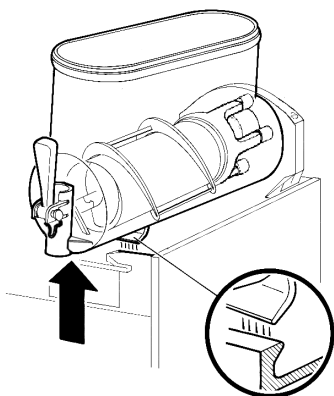
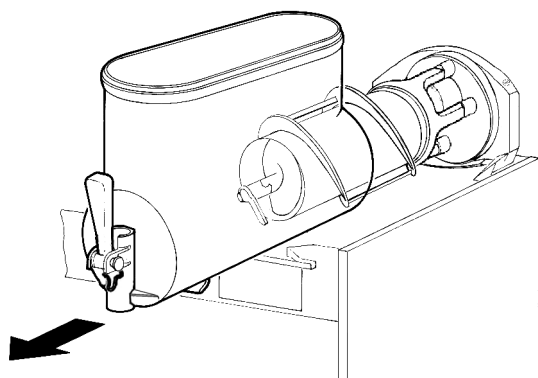

figure 5
figure 6
- 2 Démontez le réservoir en poussant légèrement sa partie inférieure (côté robinet) vers le haut pour en libérer les crochets inférieurs (voir figure 5) et en le faisant ensuite glisser par l'avant (voir figure 6).